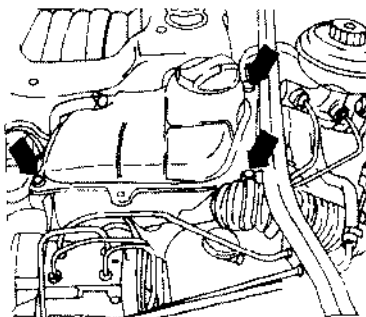

图 7.69 松开膨胀罐紧固螺栓
⑤ 拆下液压油罐护板。
⑥ 松开支架上电缆固定条, 松开如图 7.69 所示中箭头所指的螺栓, 将膨胀罐转向一旁。螺栓拧紧力矩为 $6\text{N} \cdot \text{m}$ 。